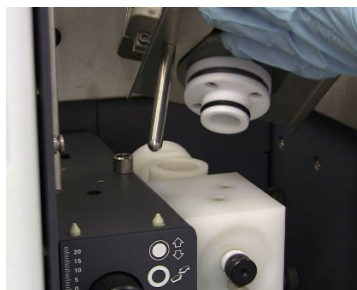

Figure 76. Cheville d'alignement et joint torique du col du brûleur
- 3 Positionnez la cheville d'alignement (voir la Figure 76 ci-dessus) au-dessus du guide dans le dispositif de réglage du brûleur.